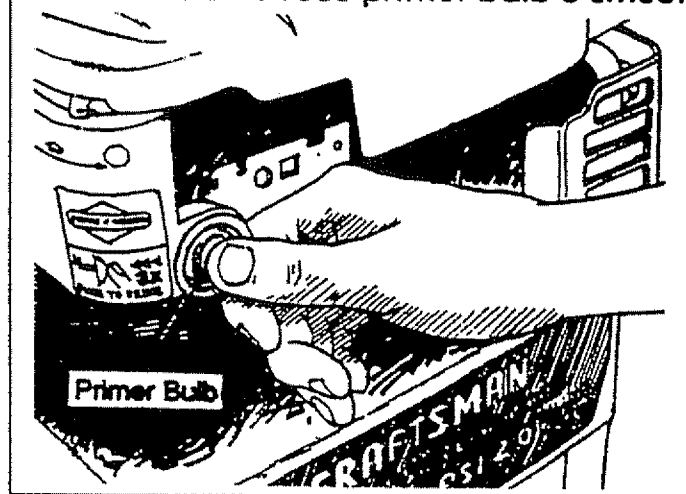

FIG. 14
- Press primer bulb firmly 5 times (Fig. 14).